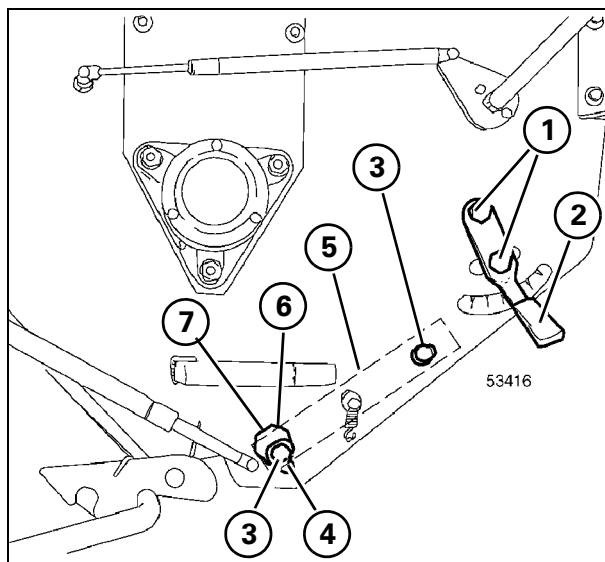
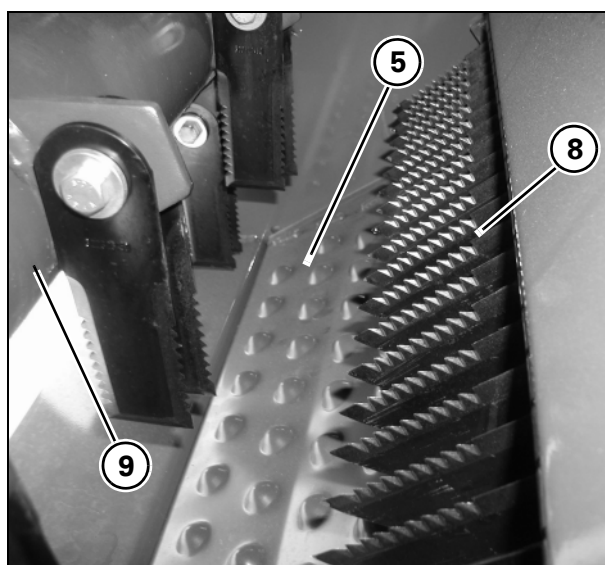

Рис. 30
Рис. 31
Рис. 30 и Рис. 31
- 1.) ослабьте ремень (17) с помощью рычага (18).
- 2.) Снизьте скорость вращения ротора соломорезки установив шкив (11) большего диаметра на существующий шкив (12) и затянув его винтами (13).
- 3.) Снимите приводной шкив (14) и поместите его в соответствующий корпус (15), прикрепив его к внутренней опоре узла муфты сцепления при помощи шайбы (16).
- 4.) Натяните ремень (17), установив рычаг (18) в соответствующий корпус (19), специально предназначенный для кукурузы.
- 5.) Отверните винты (3 Рис. 30) с обеих сторон.
- 6.) Поверните рубящую пластину (5 Рис. 30) на 180° таким образом, чтобы ее гладкая поверхность была обращена к ротору.
- 7.) Прикрепите рубящую пластину (5 Рис. 30) при помощи винтов (3 Рис. 30), законтив их в самом дальнем положении от ротора.
- 8.) Отверните винты (8) крепления дефлектора (9).
- 9.) **Только для уборки кукурузы:** Передвиньте дефлектор (9) вперед и зафиксируйте его при помощи винтов (8) для того, чтобы сердцевины кукурузных початков не выбрасывались в направлении клавишного соломотряса.
- ПРИМЕЧАНИЕ:** Так как пластина дефлектора (9) движется свободно, с обеих сторон имеются зазоры: следите за тем, чтобы они не исчезли.
- 10.) Отверните винты (20) крепления крышки контрножа.
- 11.) Снимите крышку (21) и по одному извлеките контрножи (22).